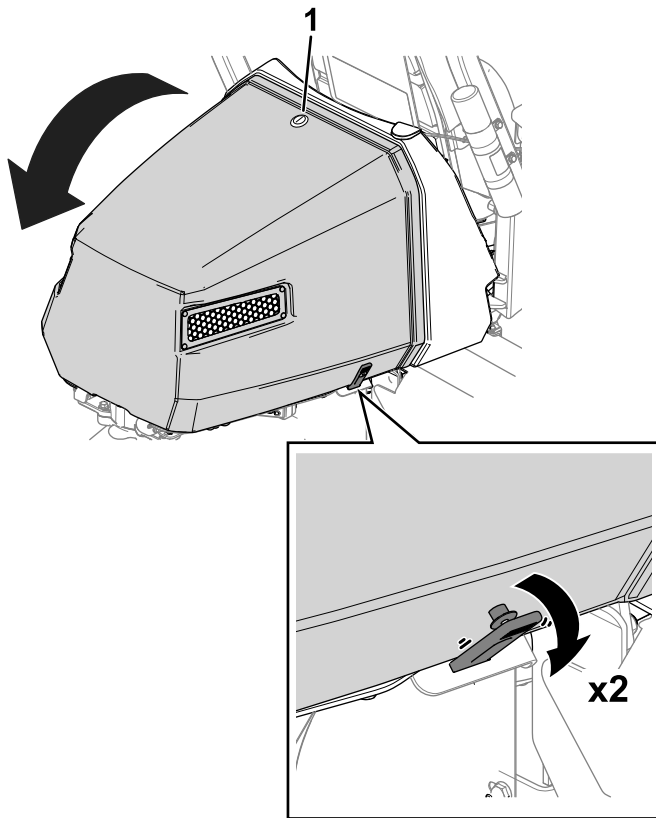

Figura 45
1. Solte o trinco do capot (Figura 45).
2. Liberte as correias de cada lado do capot (Figura 45).